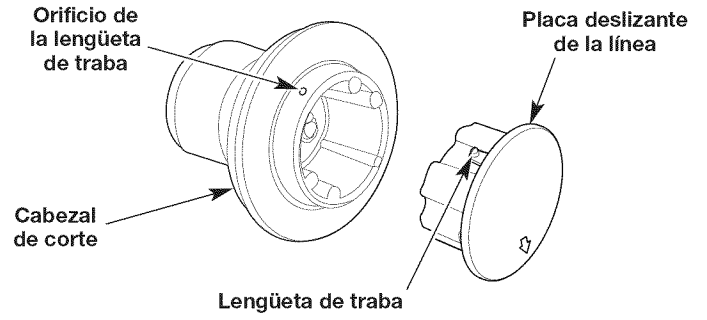

Fig. 17
2. Inserte un destornillador Phillips pequeño en el orificio de la lengüeta de traba y empújela hacia adentro (Fig. 17). Al mismo tiempo, hale la placa deslizante de la línea fuera del cabezal de corte.